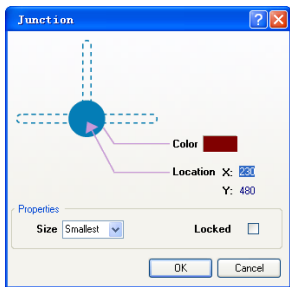

图 3-10 “手动连接”对话框
Step2 移动光标到需要放置电气节点的地方，单击即可完成放置，如图 3-10 所示。此时光标仍处于放置电气节点的状态，重复操作即可放置其他节点。
Step3 设置电气节点的属性。在放置电气节点的过程中，用户可以对电气节点的属性进行设置。双击电气节点或者在光标处于放置电气节点的状态时按 Tab 键，弹出如图 3-10 所示的“手动连接”对话框，在该对话框中可以对电气节点